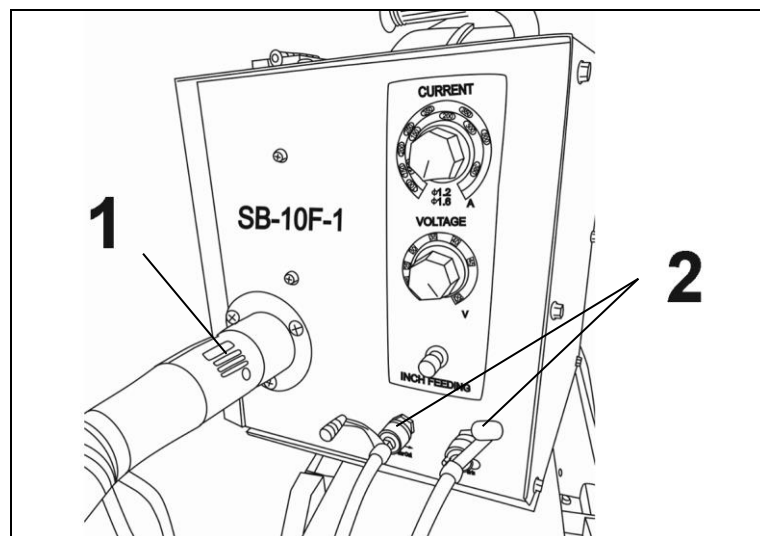

Рис.13. Подключение сварочной горелки
4. Трубки для циркуляции воды от кулера к фидеру требуется подключить, так же используя разъемы одинакового цвета. Красный к красному (на рис 13 - 1), синий к синему (на рис.13 – 2).